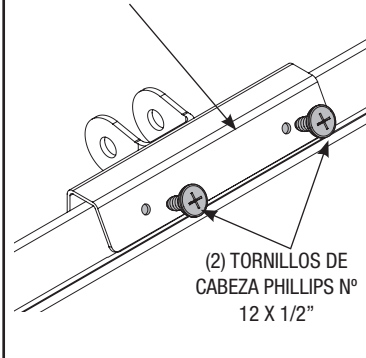
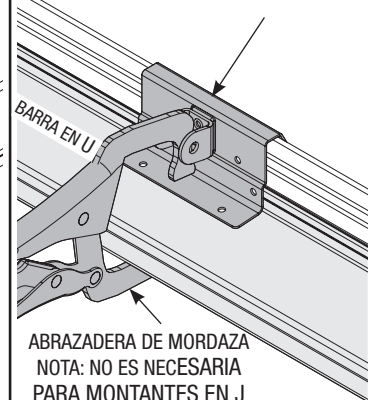
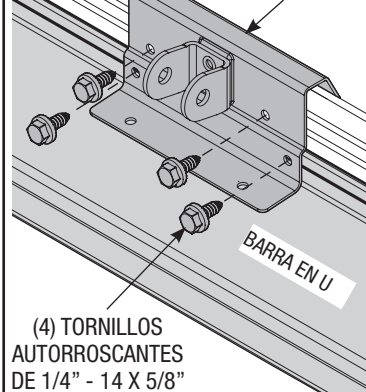
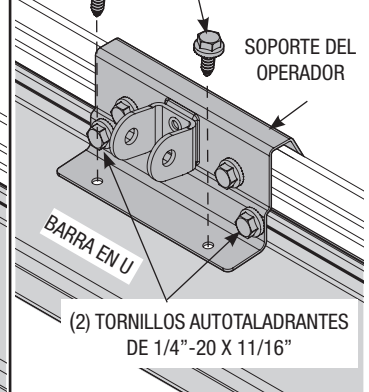

FIG. 1.3
FIG. 1.4
FIG. 1.5
FIG. 1.6
Antes de instalar la sección superior, ubique el centro de la sección superior y asiente el soporte del operador en la parte macho de la sección superior. Para aplicaciones de retroinstalación, el soporte del operador debe estar alineado con un operador existente y colocado sobre la sección superior de manera que una el punto de transición del grosor de la sección tal como se muestra en las Figuras 1.1 y 1.2. Instale (2) tornillos de cabeza Phillips N° 12 x 1/2" en el lado opuesto del soporte del operador, tal como se muestra en la FIG. 1.3. Sujete el soporte del operador a la barra en U (si está incluida), tal como se muestra en la FIG. 1.4. Primero adhiera (4) tornillos autorroscantes de 1/4" - 14 x 5/8" al soporte del operador, tal como se muestra en la FIG. 1.5. Luego adhiera (2) tornillos autorroscantes de 1/4" - 14 x 5/8" al soporte del operador, tal como se muestra en la FIG. 1.6. Quite las abrazaderas de mordaza.
NOTA: Si tiene una puerta 9100, se utilizan (2) de los tornillos autotaladrantes de 1/4" - 20 x 11/16" para adherir la barra en U en lugar de (2) tornillos autorroscantes de 1/4" - 14 x 5/8" cuando se adhiere el soporte del operador a la barra en U, tal como se muestra en la FIG. 1.6.